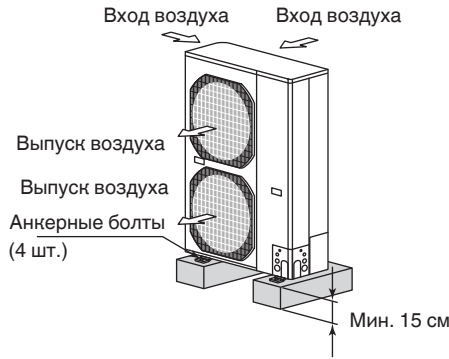

Рис. 2-5
- Обеспечьте сплошное основание (бетонный блок, 10 x 40 см или эквивалентный), минимум 15 см над землей для уменьшения влажности и защиты блока от возможного повреждения водой и сокращения срока службы. (Рис. 2-5)